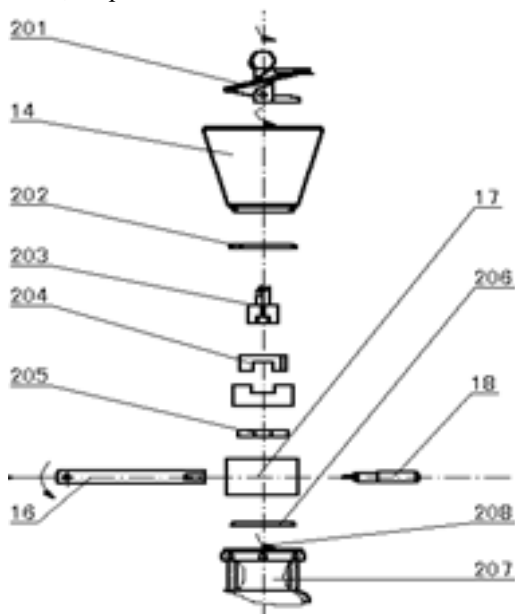

Рис. 11
- Снимите все детали, применяемые для подачи фарша, в порядке, указанном на Рис. 11, промойте их в тёплой воде с моющим средством, ополосните, просушите, смажьте пищевым маслом, жиром.